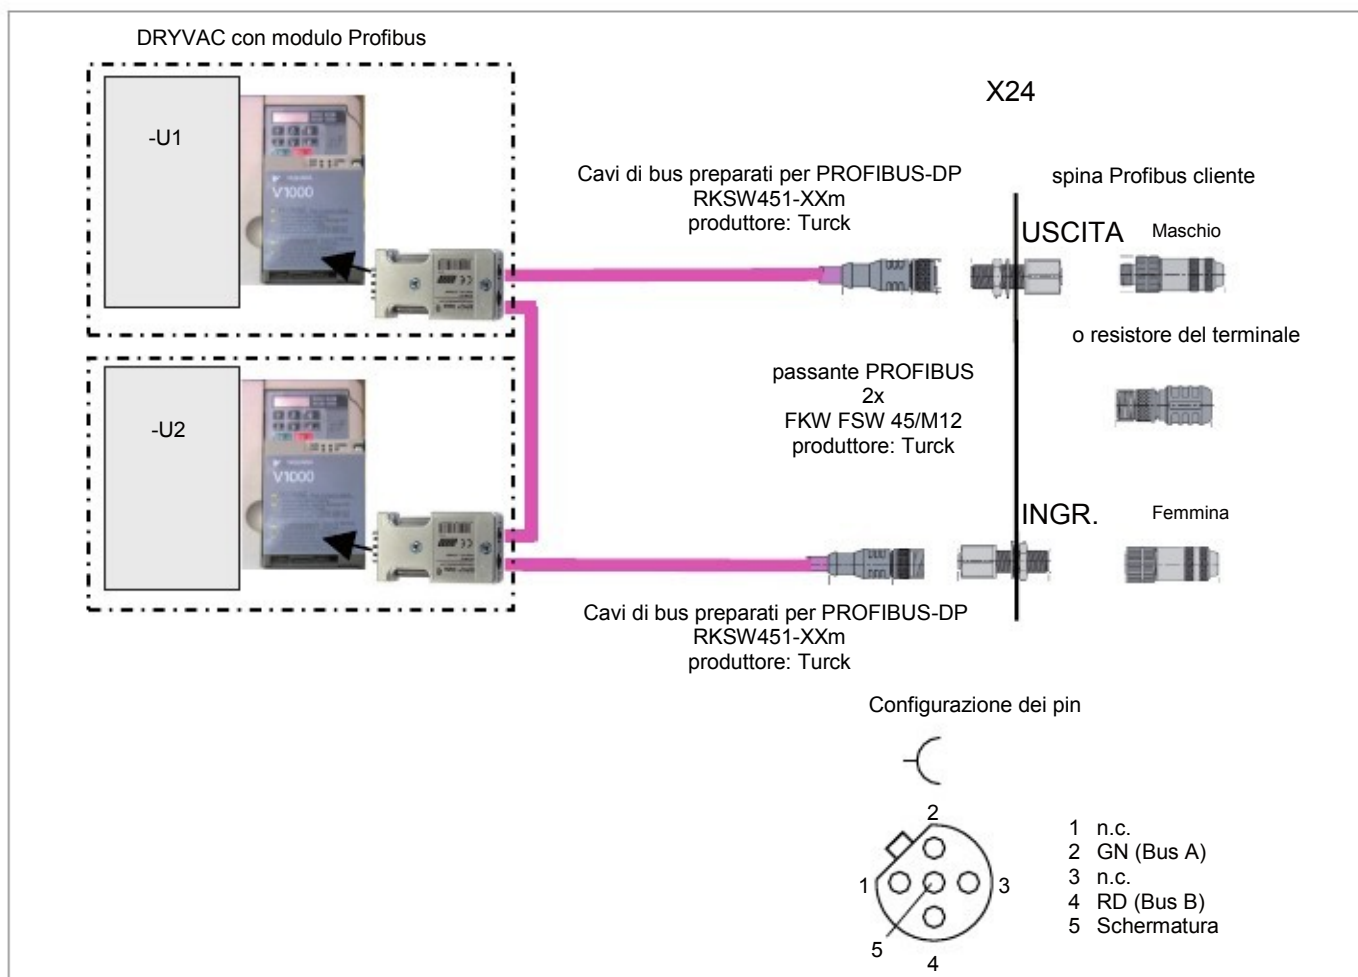

Fig. 3.19 Connessione Profibus
- Interfaccia Profibus, vedere Fig. 3.19